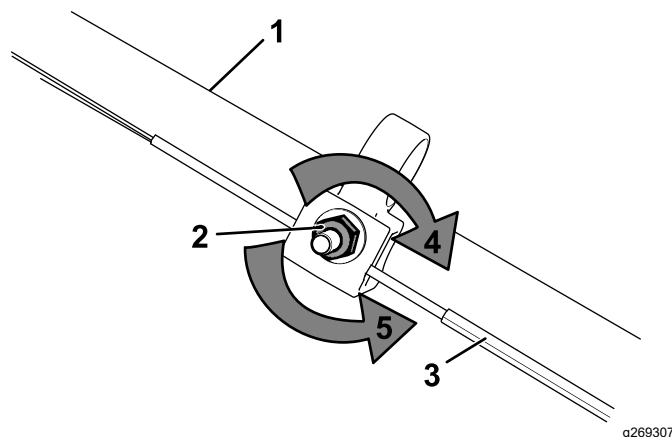

Figura 26
1. Gire la tuerca de ajuste en sentido antihorario para aflojar el cable (Figura 26).
2. Ajuste la tensión del cable (Figura 26) tirando del mismo hacia atrás o empujándolo hacia adelante, y manténgalo en esa posición.